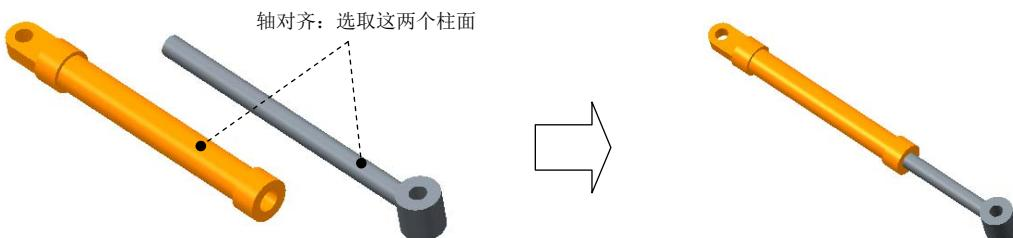
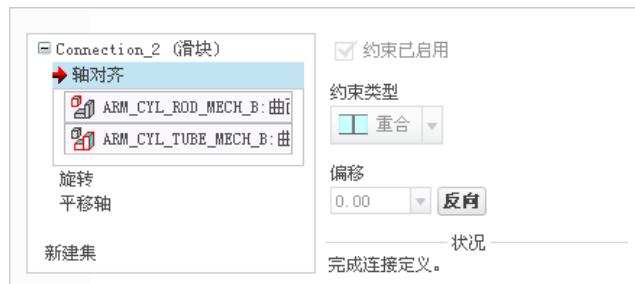

图 3.18.7 创建滑块 (Slider) 连接
图 3.18.8 “放置”界面
Step4. 引入第二个元件 ARM_CYL_ROD_MECH_B.prt (斗杆活塞杆), 并将其调整到图 3.18.7 所示的位置。
(1) 在连接列表中选取 滑块 选项, 此时系统弹出“元件放置”操控板, 单击操控板菜单中的 **放置** 选项卡。
(2) 定义“轴对齐”约束。分别选取图 3.18.7 所示的两个柱面为“轴对齐”约束参考, 此时 **放置** 界面如图 3.18.8 所示。